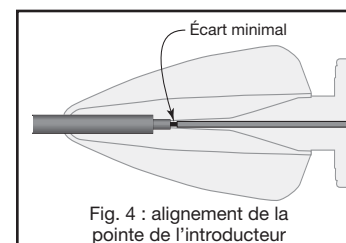

Fig. 4 : alignement de la pointe de l'introducteur
2. Insérer délicatement la pointe d'introduction dans la VHR jusqu'à ce qu'elle arrive au bout et soit alignée avec l'embase du microcathéter. (Il peut rester un petit espace entre la pointe et l'embase selon le type de microcathéter utilisé, comme illustré à la figure 4.) Serrer délicatement la VHR principale autour de la gaine d'introduction pour empêcher le reflux de sang. Inspecter visuellement l'alignement de la pointe d'introducteur et l'embase du microcathéter pour vérifier qu'il sont bien raccordés.